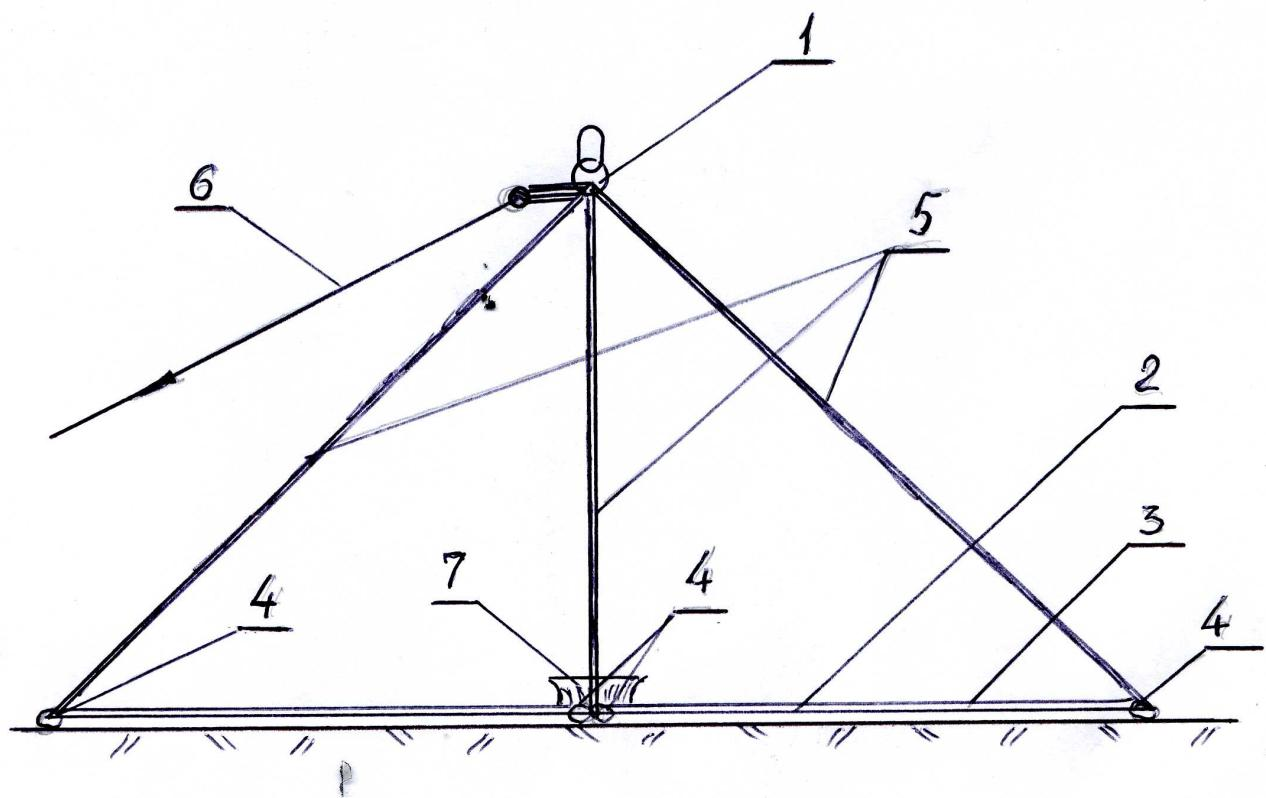

Рис.1 Вид приспособления сбоку.
- 5.2. Необходимо над предполагаемым местом прикорма животного на высоте 2..4м найти или установить узел крепления. Это может быть натянутый трос между двумя деревьями или столбами, может быть установлена «тренога» из бруса, металла и др. На узел крепления вывешивается карабин с кольцом 1 (рис.1).